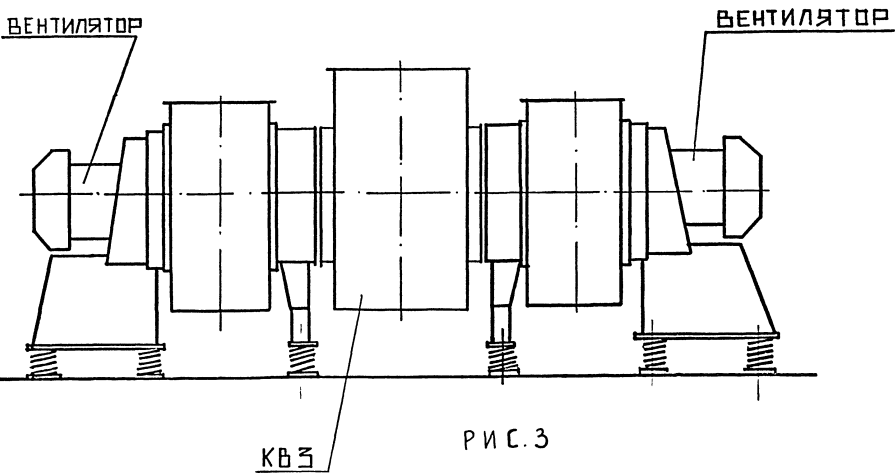

РИС. 3
- Рис. 3. КВ3-8..КВ3-I6. Короб непосредственно соединен с вентиляторами, дополнительных опор на фундамент не имеет.